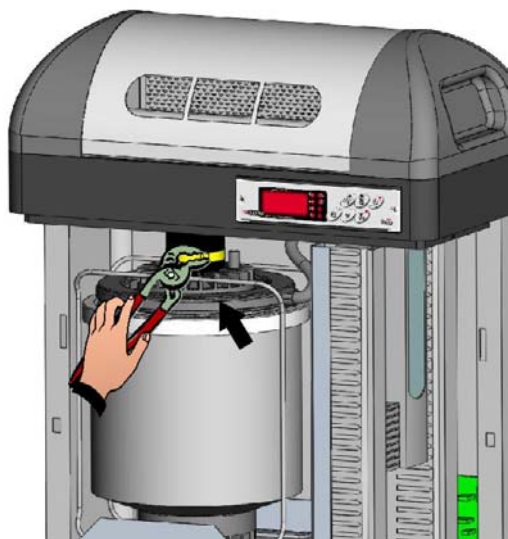

Рис. 5
7. Подсоедините паровой шланг к выходному патрубку на цилиндре увлажнителя (Рис. 5).